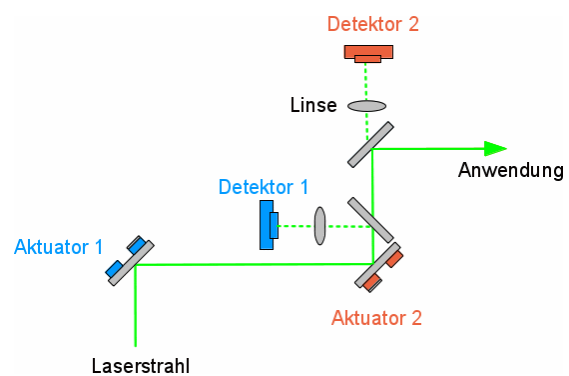

Abbildung 10: Aufbau wie in 9, mit zusätzlichem Strahlteiler und Linse vor Detektor 1 sowie Linse vor Detektor 2 (Einsatz z.B. bei großem Strahldurchmesser)
- Abbildung 10 zeigt einen ähnlichen Aufbau, bei dem vor den Detektoren noch Linsen platziert sind. Gleichzeitig wurde ein Strahlteiler in den Strahlengang gestellt. Dieser Aufbau empfiehlt sich z.B. bei großen Strahldurchmessern.